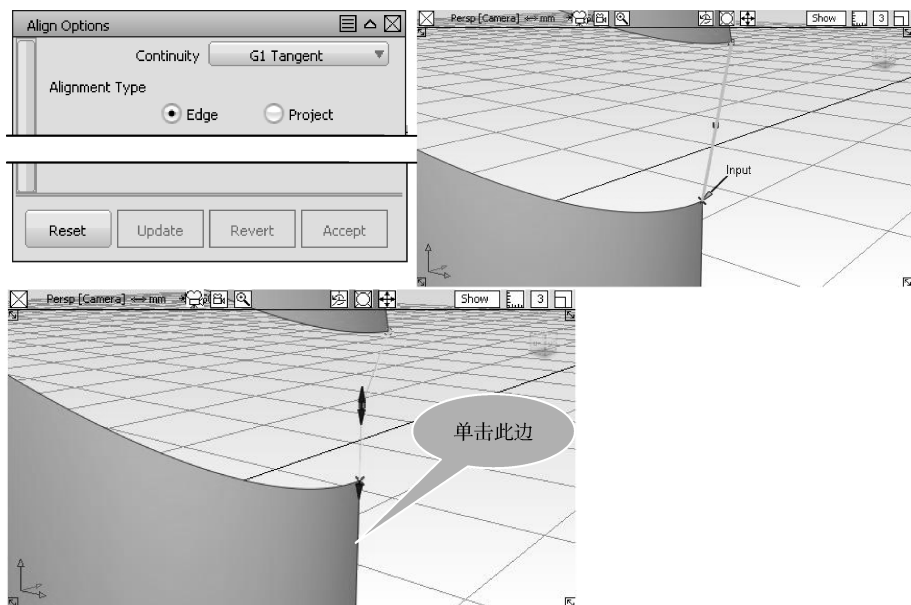

图 4-107 将曲线对齐于曲面
- 36 在【Palette】(工具箱)的【Object Edit】工具标签中,双击【Align】工具图标,打开【Align】工具对话框。将对话框中的【Continuity】选项设为【G1 Tangent】。在透视窗中单击刚刚创建的曲线的下部位置,然后单击下面曲面靠近曲线的垂直边,如图4-107所示。